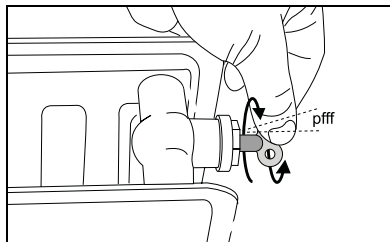

Bild 17 Lufta av värmeelementen
- Avlufta värmeanläggningen genom avluftningsventilen på värmeelementen. Avlufta genom avluftningsventilen på värmeelementen. Börja på nedersta våningen i huset och gå uppåt en våning i taget (→ bild 17).